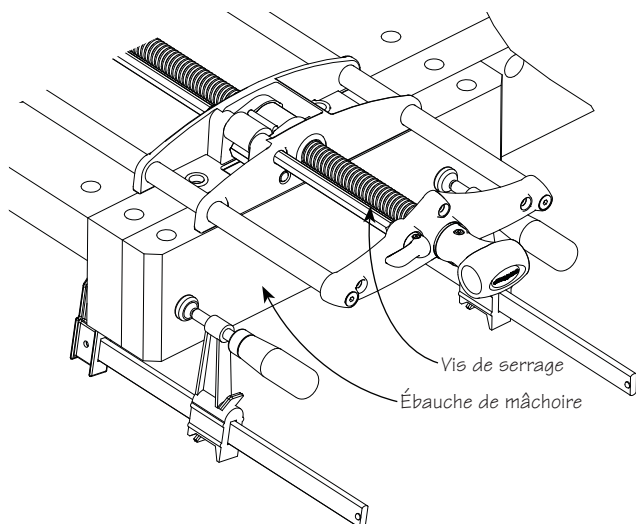

Figure 4 : Positionnement de la mâchoire avant et du mécanisme de la presse
- Trous pour mentonnet : la mâchoire avant doit être suffisamment épaisse pour y percer des trous pour mentonnet, de façon à ce que la presse puisse enserrer des pièces sur le plateau de l'établi. Idéalement, ces trous doivent être alignés sur les rangées de trous pour mentonnet présents sur le plateau. De plus, ils ne doivent pas croiser les trous des tiges-guides et de la vis de serrage. Voir la **figure 4**.